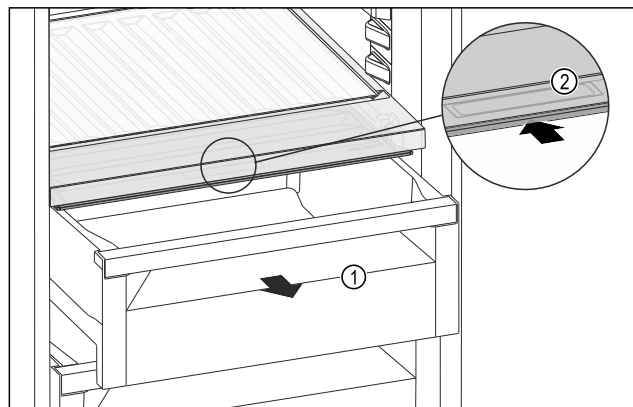

Fig. 110
- Zásuvku Fig. 110 (1) vytáhněte.
- Uchopte prohlubeň pro rukojeť Fig. 110 (2) na víku zásuvky a současně zasuňte víko zásuvky směrem dozadu.